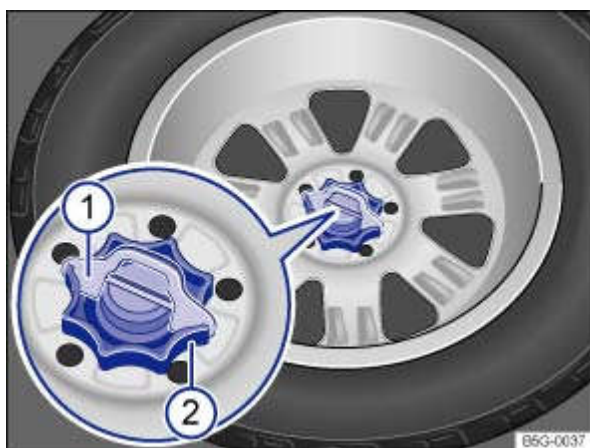

Fig. 240 Dans le coffre à bagages : molette pour la fixation de la roue de secours
- Si nécessaire, retirez la clavette de la sécurité antirotation → Fig. 240 ① vers le haut.
- Dévissez entièrement la molette située au centre de la roue de secours ② en la tournant dans le sens inverse des aiguilles d'une montre, puis retirez la roue de secours.
- Tournez la molette → Fig. 240 ② de la goupille fileté dans le sens des aiguilles d'une montre jusqu'à ce que la roue défectueuse soit solidement fixée.
- Si nécessaire, placez la clavette de la sécurité antirotation ① dans la fente de la goupille fileté de sorte que la molette ne puisse plus être tournée.